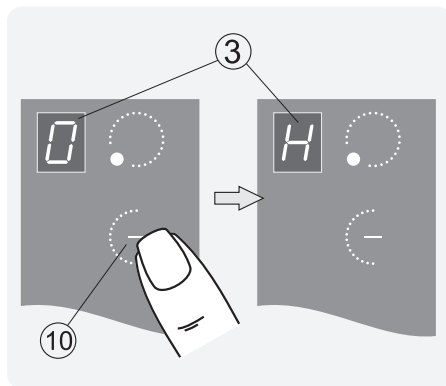

Рис.8
После выключения конфорки в окне индикации ③ (рис. 8) высвечивается буква «Н» (от англ. hot – «горячий»).